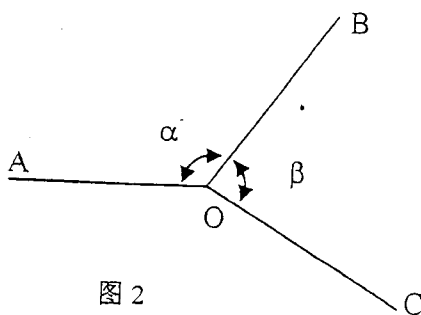

图 2
5. Fe-3%Si 合金(bcc 结构)的点阵常数 $a=0.3\text{nm}$, 经形变后研究其回复再结晶机制。回复退火时材料发生多边形化过程, 观察到三个亚晶交于O点(图2)。经蚀坑法测得三段亚晶界(OA、OB 和 OC, 其长度均为 0.2mm)的刃型位错总数为 1.198×10^4 , 设它们均匀分布构成亚晶界 ($\alpha=120^\circ$, $\beta=80^\circ$)。